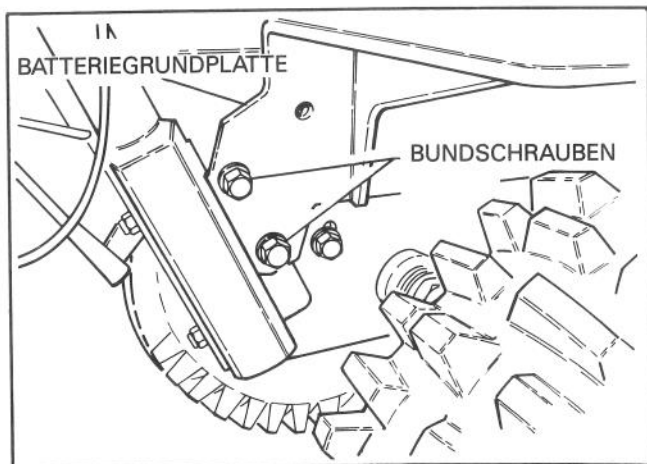

Abbildung 9
10. Das Gerät kippen und das rechte Rad abnehmen, so daß besserer Zugang geschaffen wird. Die Rückseite der Batteriegrundplatte und die Griffhalterung mit (2) 19 mm Bundschrauben anbringen (Abb. 9).